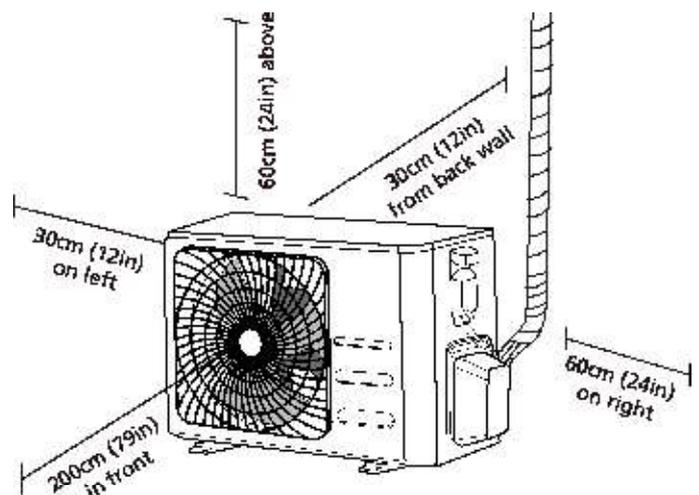

Abb. 4.1
- ✓ Erfüllt alle Platzanforderungen nach den Installationsvorgaben gemäß (Abb. 4.1)